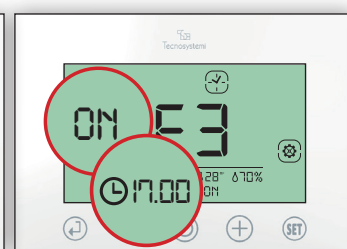

Fig.14
3.2 Impostare l'ora di accensione ON della fascia F3 (17.00) e confermare con (↩). (Fig.14)